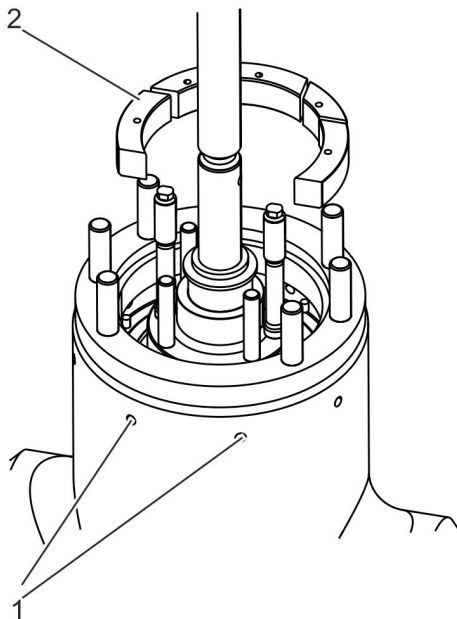

Abb. 30: Segmente entfernen
3. ➤ Segmente (Abb. 30/2) durch äußere Ausstoßbohrungen (Abb. 30/1) mit Splintaustreibwerkzeug nach innen schlagen.
4. ➤ Segmente (Abb. 30/2) entnehmen.